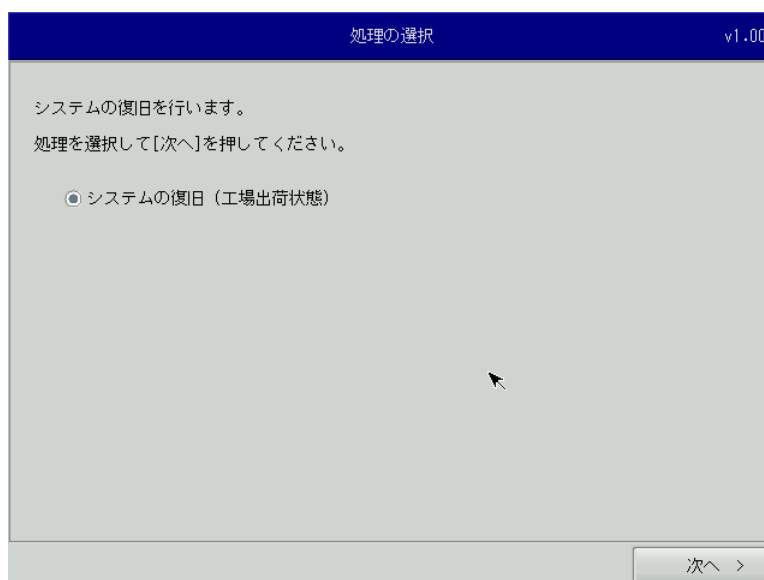

図 6-2-1. リカバリメイン画面
「6-1 リカバリ SD の準備」で作成したリカバリ SD を使用してリカバリソフトを起動します。リカバリ SD で起動させるには、SD スロットにリカバリ SD を入れ、MODE スイッチを押しながら AP シリーズ本体の電源を入れます。正常に起動すると図 6-2-1 のリカバリメイン画面が表示されます。
- ① リカバリメイン画面（図 6-2-1）で[次へ]ボタンを押します。